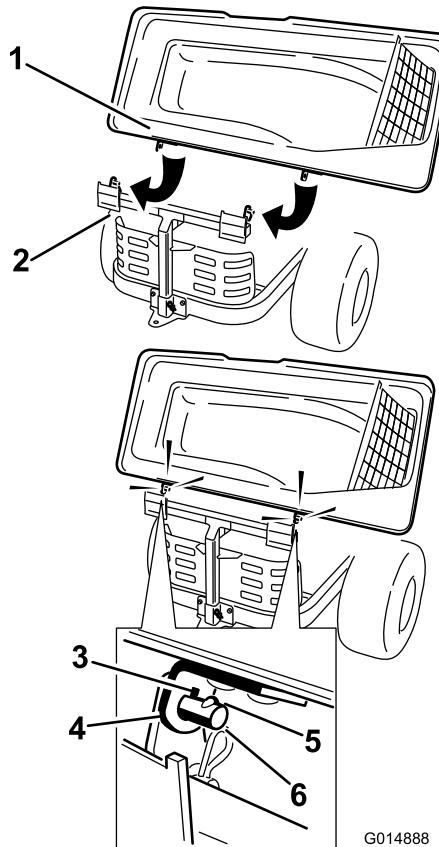

Figura 22
3. **Solo per i modelli 79390, 79391 e 79393:** girate il coperchio del sistema di raccolta per allineare i fori della chiavetta nelle staffe superiori del sistema di raccolta alle chiavette previste nei colonna del relativo telaio (Figura 22).